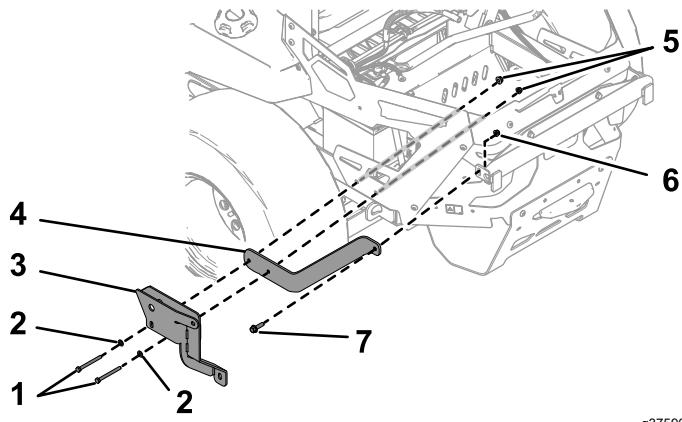

Figura 13
3. Sujete el soporte de giro y la escuadra superior izquierda al protector trasero izquierdo y al soporte del ensacador con 2 pernos de cabeza hexagonal (5/16" x 3 1/4"), 2 arandelas, 2 contratueras (5/16"), 1 perno de cabeza hexagonal (3/8" x 1 1/4") y 1 contratuerca (3/8"), como se muestra en la Figura 13.
4. Sujete la escuadra superior derecha al protector trasero derecho y al soporte del ensacador con 2 pernos de cabeza hexagonal (5/16" x 3 1/4"), 2 arandelas, 2 contratueras (5/16"), 1 perno de cabeza hexagonal (3/8" x 1 1/4") y 1 contratuerca (3/8"), como se muestra en la Figura 13.